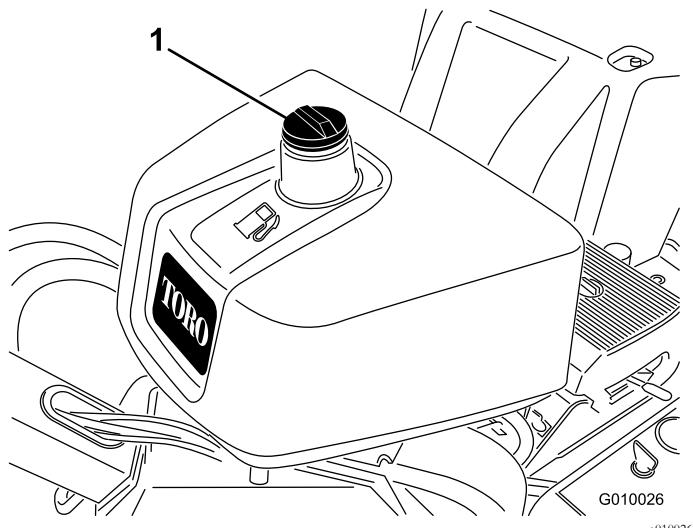

Bild 15
2. Reinigen Sie den Bereich um den Tankdeckel und nehmen Sie den Deckel ab (Bild 15).